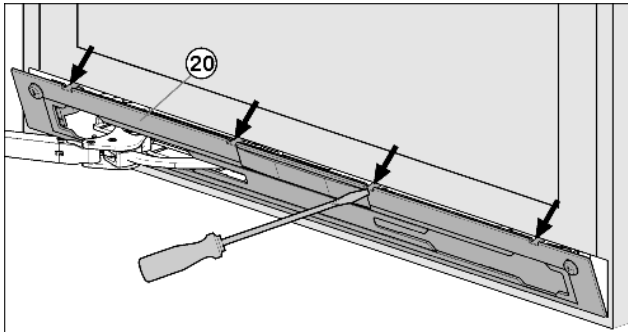

Fig. 9
- ▶ Выведите накладку Fig. 9 (20) из зацепления и снимите ее с помощью шлицевой отвертки.